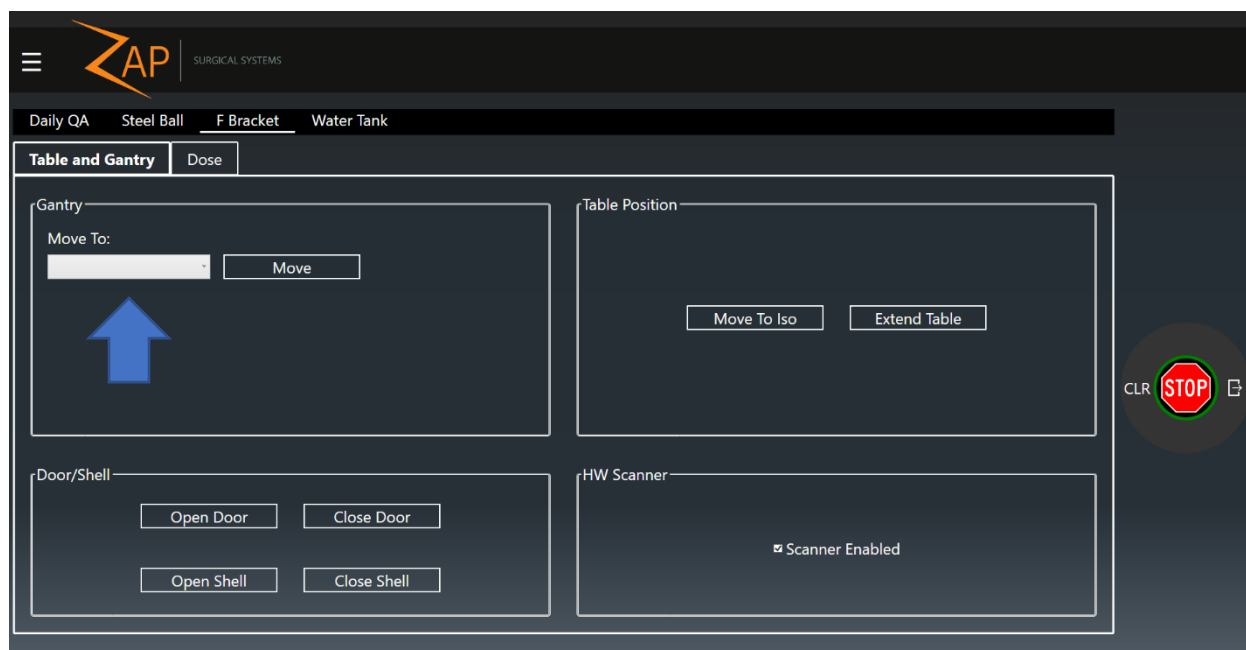

図3-14 F Bracket ページ、Table and Gantry タブ。矢印は必要なガントリー位置の選択を示す。
3. システムが Home 位置にあることを確認し、そうでない場合は **Daily QA** アイコンをクリックします。次に、**F Bracket** ページと **Table and Gantry** タブを選択します。**Gantry の Move To:** ドロップダウンボックスで「Home」を選択し、**Move** をクリックします（図3-14 を参照）。
3. システムが North Pole 位置にあることを確認し、そうでない場合は **Daily QA** アイコンをクリックします。次に、**F Bracket** ページと **Table and Gantry** タブを選択します。**Gantry** の **Move To:** ドロップダウンボックスで **North Pole** を選択し、**Move** をクリックします (図3-14 を参照)。
3. システムが必要に位置にあることを確認し、そうでない場合は **Daily QA** アイコンをクリックします。次に、**F Bracket** ページと **Table and Gantry** タブを選択します。Gantry ドロップダウンボックスで Move To: を選択し、Move をクリックします (図3-14 を参照)。